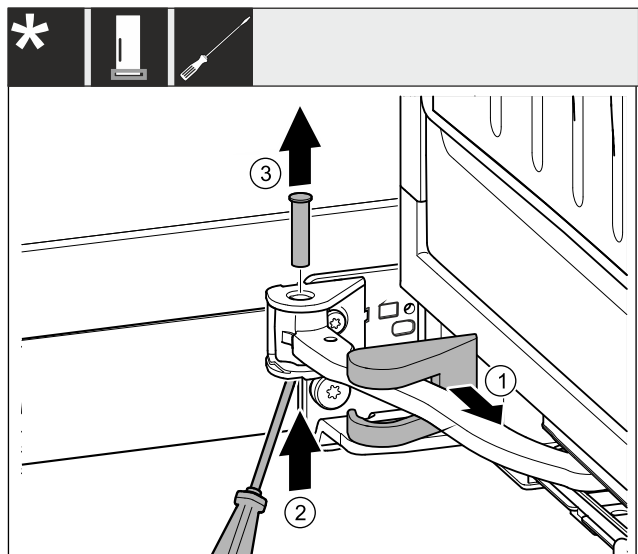

Fig. 5
- ▶ Desprindeți capacul suportului de lagăr și deplasați-l de-a lungul articulației. Fig. 5 (1)
- ▶ Ridicați de jos bolțul cu degetul sau șurubelnița. Fig. 5 (2)
- ▶ Aplicați șurubelnița sub capul bolțului și extrageți. Fig. 5 (3)